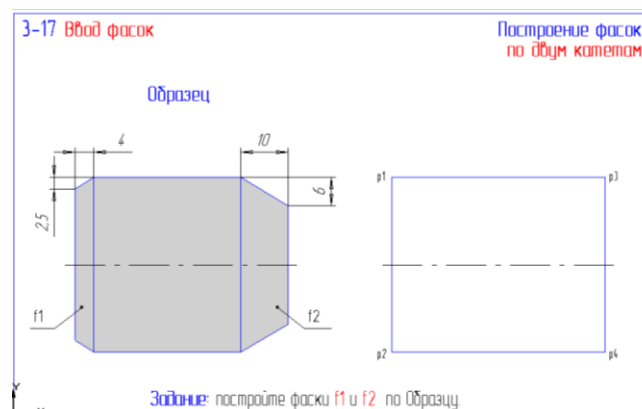

Рис. 23
25. Откройте файл фрагмента 3-17 (рис. 23) и выполните построение фасок по двум катетам. Результат сохраните.